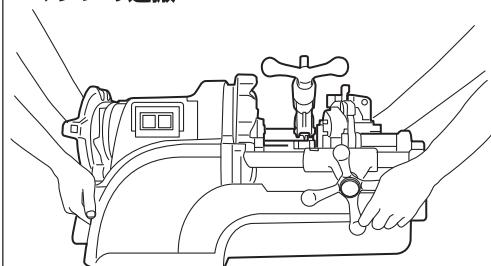

図4
1. マシンの運搬 (図4)
- ①転造ヘッド、押切カッタを共に倒した状態にしてください。
- ②本体の前後にある持ち手部を持ち、大きく傾けたりしないよう注意しながら運搬してください。